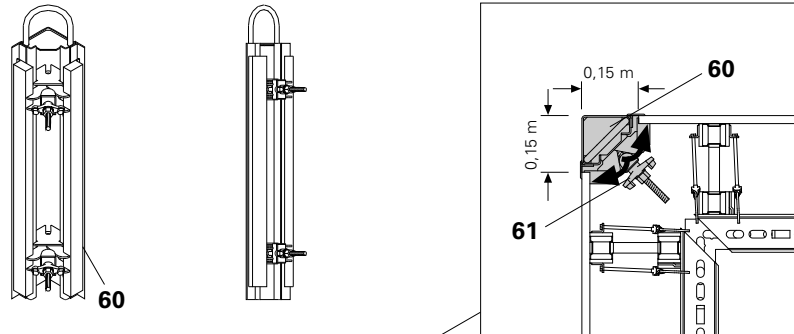

Fig. C3.02
1. Posicionar los módulos interiores y la rinconera hueco SSE (60) en la esquina.
2. Ajustar las tuercas mariposa (61) en la SSE. Ubicar el tablero de encofrado. (Fig. C3.02)